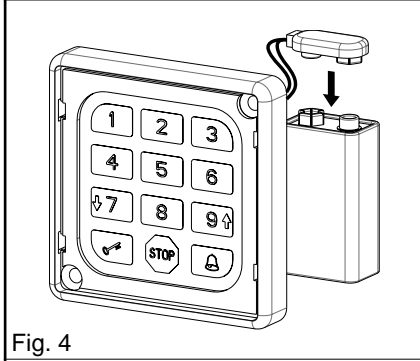

Fig. 4
- connecter la pile à la façade du clavier comme l'indique la fig. 4 ;
- conecte la batería al frontal del teclado tal como se muestra en la fig. 4;